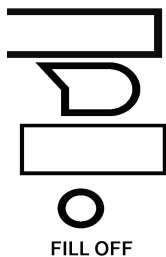

图 9-33 填充打开
(1) 开(ON): 打开实体填充模式。
(2) 关(OFF): 关闭实体填充模式。
**【例 9.5】** 将图 9-33 中的实体填充关闭。